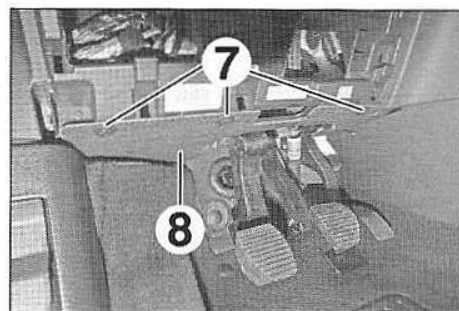

FIG.10
- Déposer (Fig.10) :
- les agrafes (7),
- la garniture inférieure gauche (8).